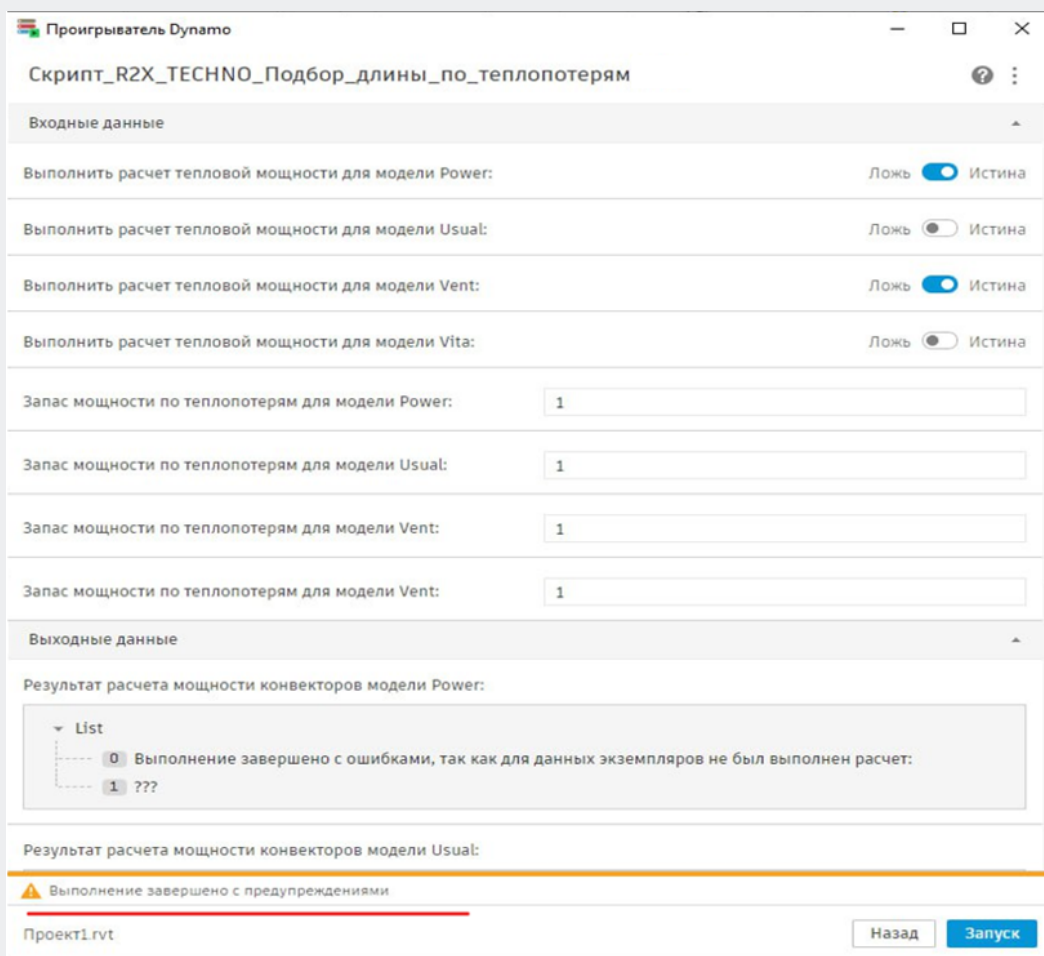

Рис. 20 – Окно проигрывателя Dynamo (скрипт по подбору длины конвектора по теплопотерям)
1. Открыть редактор скриптов Dynamo, перейдя на вкладку «Управление» и нажав ярлык Dynamo (Рис. 20)